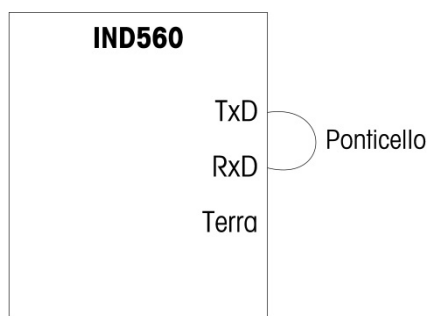

Figura 4-6: Ponticello collocato tra i terminali di trasmissione e di ricezione
- Se è collocato un ponticello tra i terminali di trasmissione e di ricezione (Figura 4-6) sulla porta in prova, la stessa stringa di dati trasmessa viene visualizzata sul campo in ricezione.